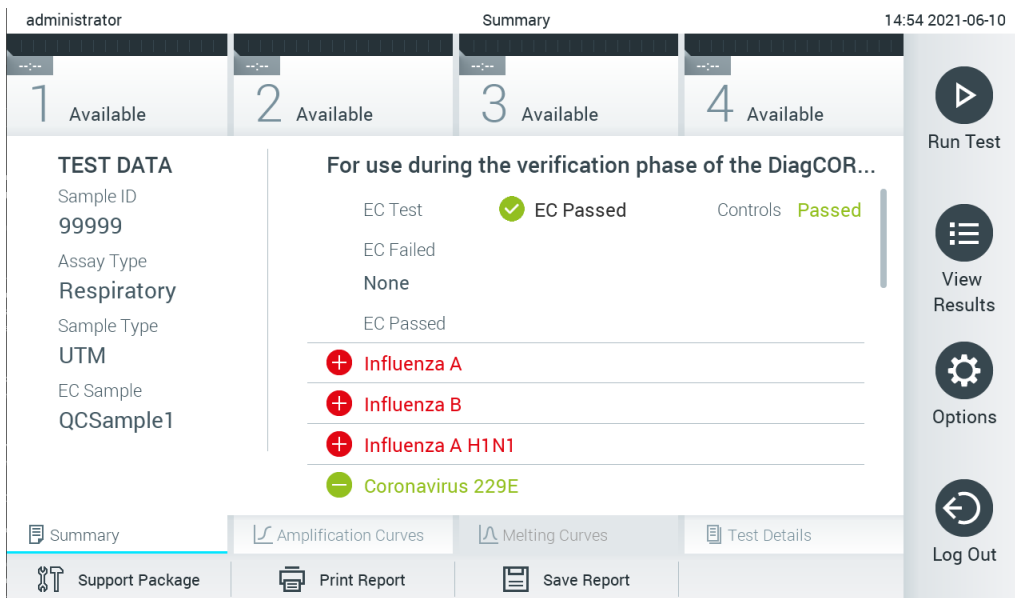

Рис. 96. Екран Summary (Зведення) результатів ЗК.
12. Після того, як ви виймете картридж для аналізу КВІАстат-ДКс, з'явиться екран **Summary** (Зведення) (Рис. 96). Докладні відомості див. в розділі 8.3.